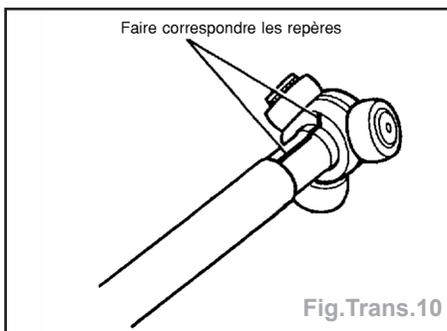

Fig. Trans. 10
- Appliquer les repères d'alignement sur l'arbre et l'ensemble du croisillon (fig. Trans. 10).